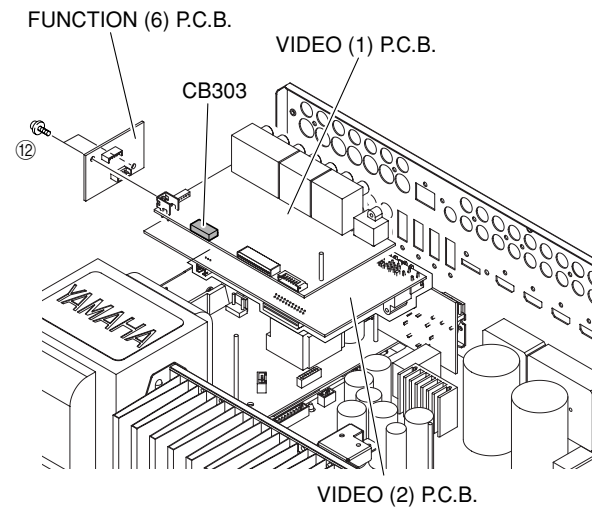

Fig. 4
6. Removal of VIDEO (1) and (2) P.C.B.s
- a. Remove 2 screws (12) and then remove the FUNCTION (6) P.C.B. which is connected directly to the VIDEO (1) and (2) P.C.B.s with board to board connectors. (Fig. 4)
- c. Remove CB303. (Fig. 4)
- d. Remove the VIDEO (1) P.C.B.. (Fig. 4)
- f. Remove the VIDEO (2) P.C.B.. (Fig. 4)
- a. ⑫のネジ2本を外し、FUNCTION(6)P.C.B.を取り外します。(Fig. 4)
ただし、FUNCTION(6)P.C.B.は、VIDEO(1)、(2)P.C.B.に基板対基板コネクタで直接接続されています。(Fig. 4)
- c. CB303を外します。(Fig. 4)
- d. VIDEO(1)P.C.B.を取り外します。(Fig. 4)
- f. VIDEO(2)P.C.B.を取り外します。(Fig. 4)